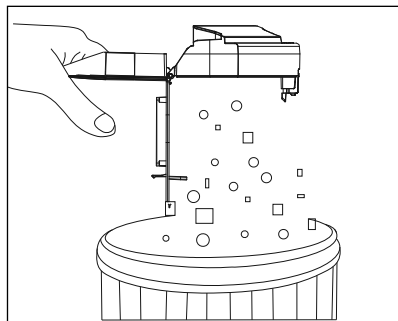

Fig. 9
- 3) Svuotare il contenuto del contenitore della polvere **16** in un contenitore per rifiuti (vedere fig. 9).